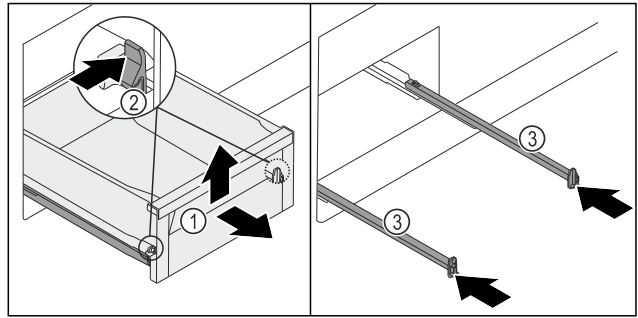

Fig. 258
- Витягніть висувний ящик Fig. 258 (1) до упору.
- Одночасно втисніть лівий і правий затискачі Fig. 258 (2) всередину.
- Висувний ящик Fig. 258 (1) від'єднається від рейок.
- Підніміть висувний ящик Fig. 258 (1) спереду.
- Вийміть висувний ящик Fig. 258 (1) рухом уперед.
- Всуňte рейки Fig. 258 (3).